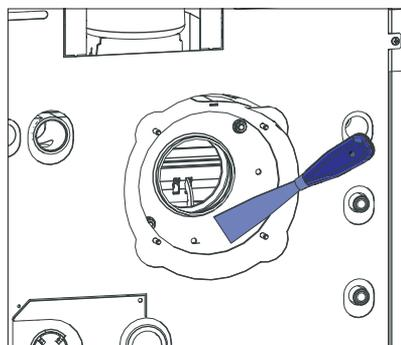

Fig. 33 Nettoyer l'intérieur du caisson de ventilateur
- ▶ Nettoyer entièrement l'intérieur du caisson du ventilateur – Fig. 33.